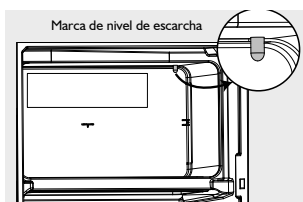

Figura 38
Se debe descongelar el refrigerador cada diez (10) días de funcionamiento continuo, o cuando se observe que el nivel de escarcha alcanza la marca ubicada en la parte posterior del congelador o la cubra en su totalidad (Figura 38), si la escarcha supera este nivel, la eficiencia del refrigerador se verá afectada, y pueden presentarse problemas para abrir la puerta del congelador.